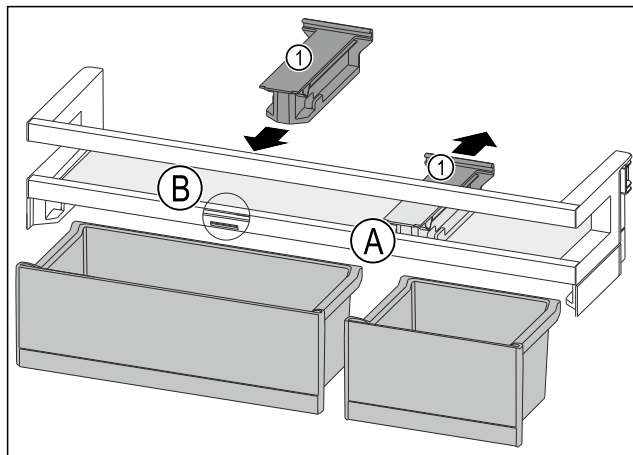

Fig. 162
- ▶ Držák Fig. 162 (1) v poloze Fig. 162 (A) stáhněte dozadu.
- ▶ Držák Fig. 162 (1) vložte v poloze Fig. 162 (B).